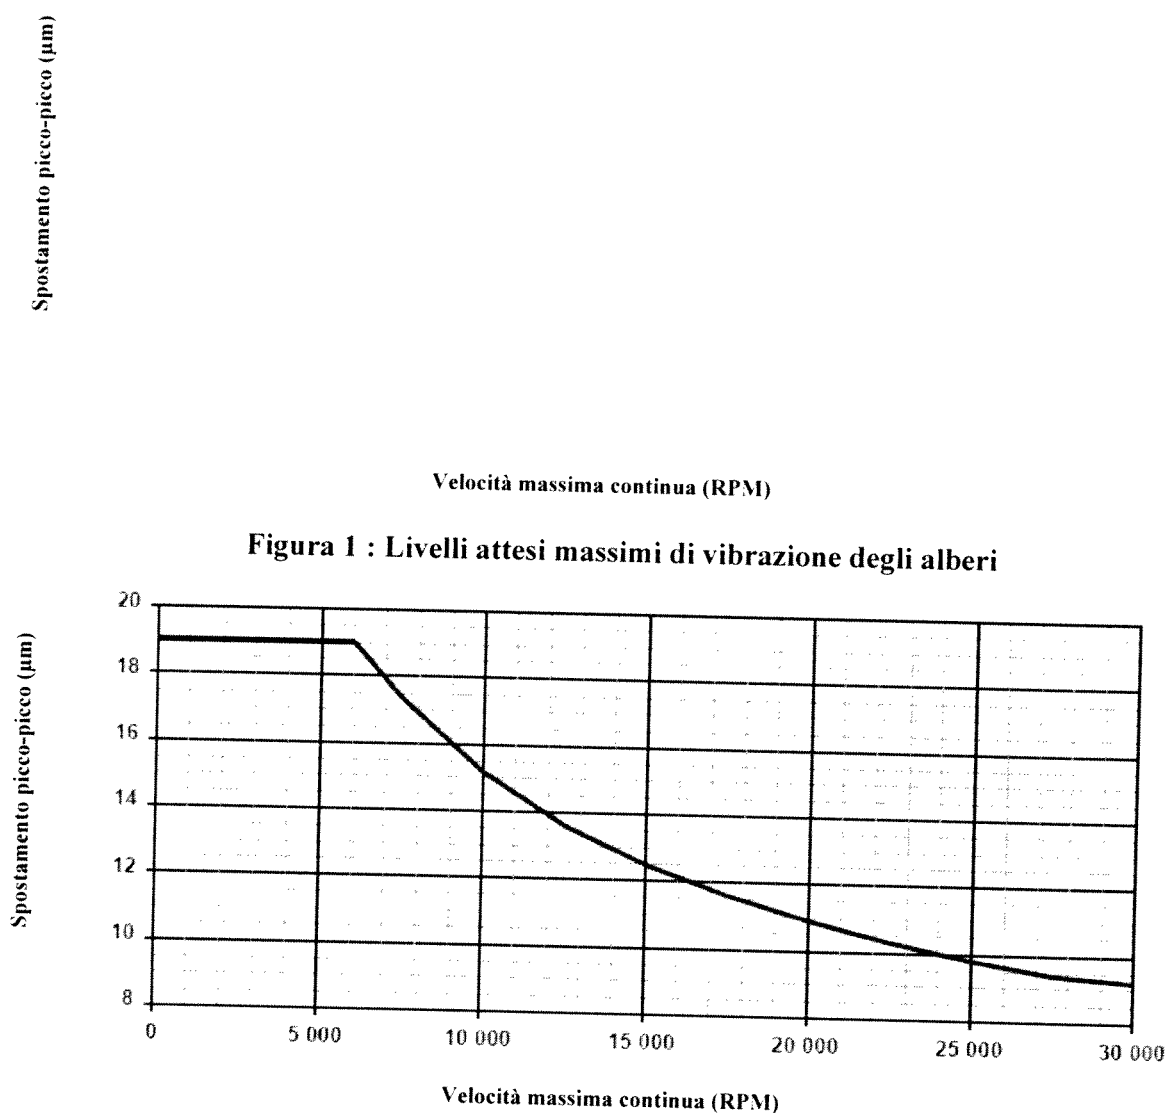

Figura 2 : Livelli attesi massimi di vibrazione dell'alloggio
3. Far funzionare l'ingranaggio a carico e velocità pieni e verificare rumore e vibrazioni anormali. Il livello massimo atteso di vibrazione dell'albero per le unità si può trovare in Figura 1, e la vibrazione massima attesa dell'alloggio in Figura 2.